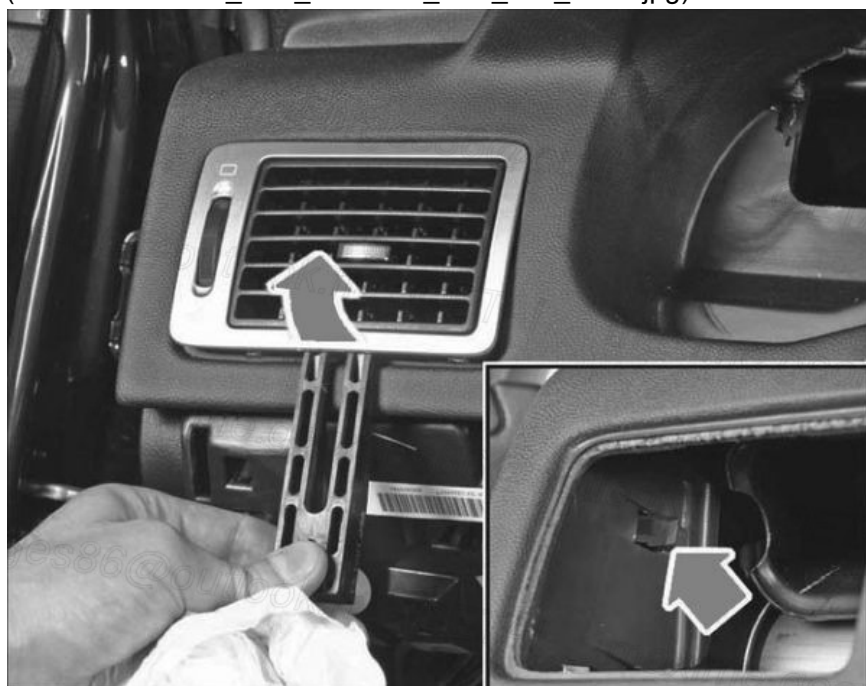

Fig. 32
- De part et d'autre, à l'aide d'une spatule, extraire l'aérateur latéral puis glisser la main dans son logement pour décrocher le clip du cache latéral de planche de bord (**Fig.32**)